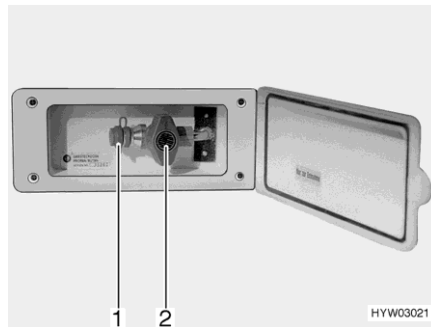

Bild 79 Externer Gasanschluss
- Externes Gasgerät an der Anschluss-Stelle (Bild 79,1) anschließen.
- Das Gasabsperrentil (Bild 79,2) öffnen.